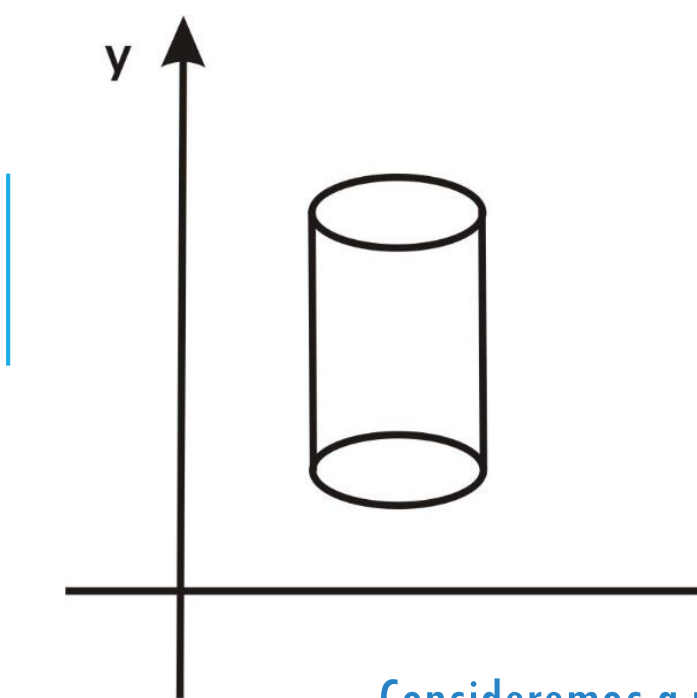

Figura 2
- Quando a distância é pequena o comportamento do fluido é considerado linear (Figura 2)
Considerando um elemento cilíndrico imerso em um fluido em repouso (Figura 2)